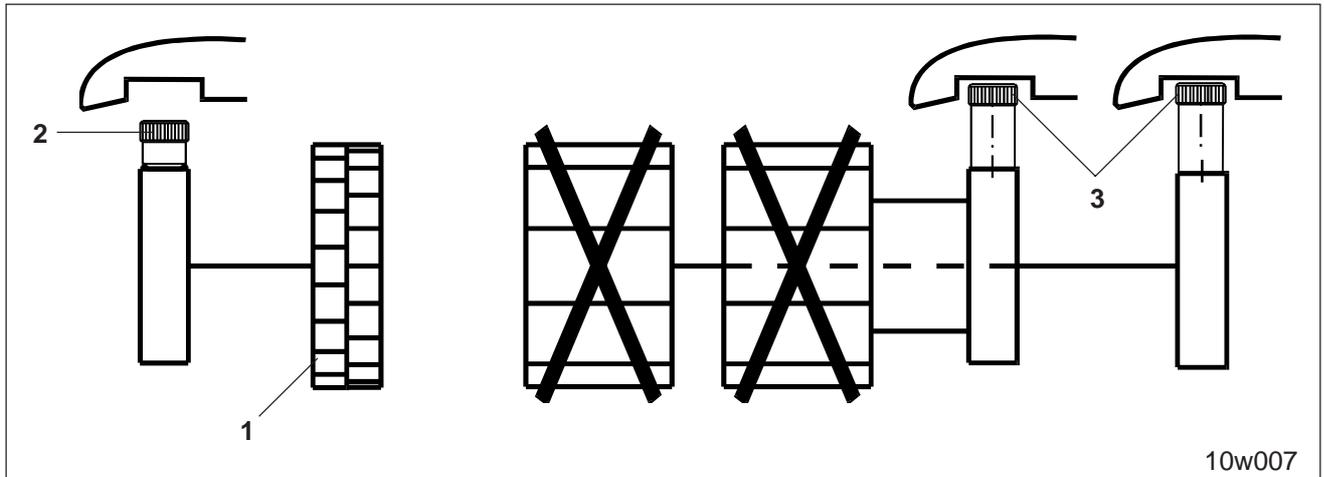

Fig. 9.6
Pour semer avec la roue distributrice fines graines (fig. 9.6/1) :
- Vissez jusqu'en butée la molette (fig. 9.6/2) de la roue distributrice fines graines.
- Dévissez jusqu'en butée les molettes (fig. 9.6/3) des deux roues distributrices principales.